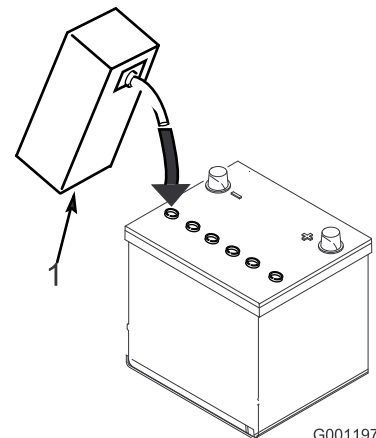

Figura 18
4. Aguarde aproximadamente 20 a 30 minutos para que as placas fiquem embebidas em electrólito. Se necessário, volte a colocar electrólito até ficar cerca de 6 mm acima do fundo do depósito de enchimento (Figura 18).